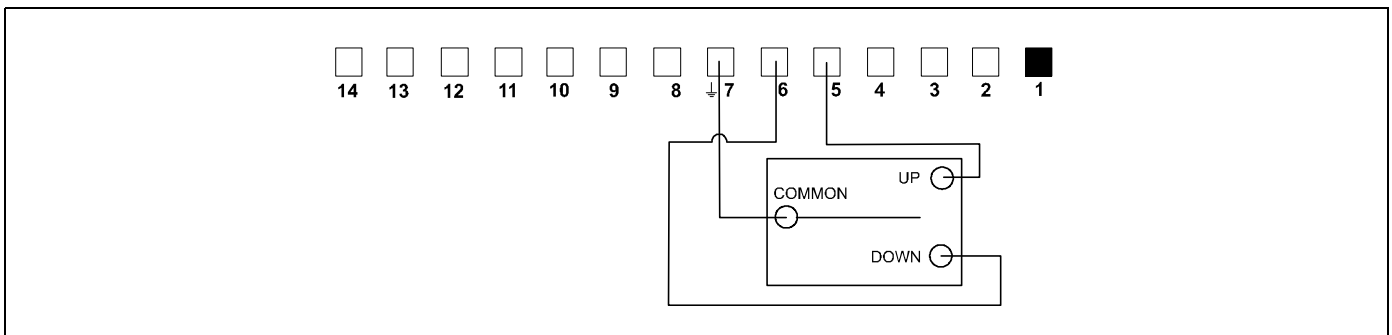

Figura 32
6. Conecte el cable COMMON de su interruptor al terminal 7. (Consulte la Figura 32)